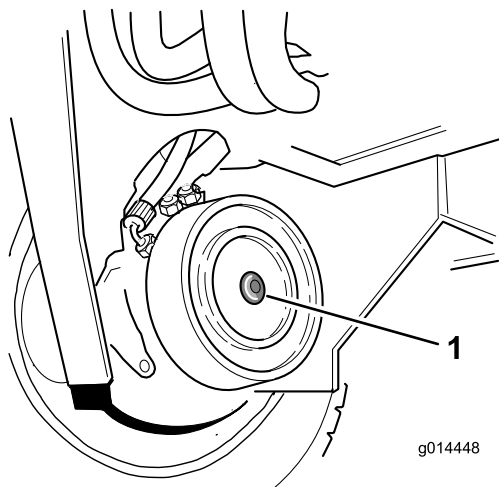

Figura 41
- Identifique o conjunto de travões de disco do motor da roda da frente do lado direito e retire o tampão hexagonal (Figura 41).